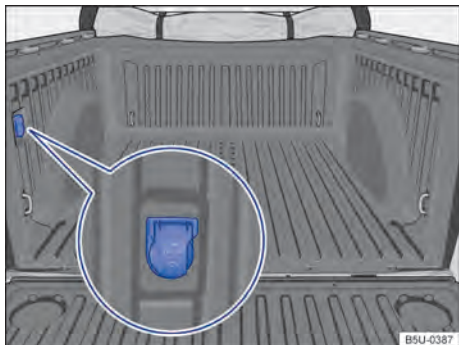

Fig. 114 Compartimento de carga: toma de corriente 12 V.
- La toma de corriente 12 V se puede encontrar en la parte interior del compartimento de carga → fig. 114 (dependiendo de la versión del vehículo, puede no estar disponible).